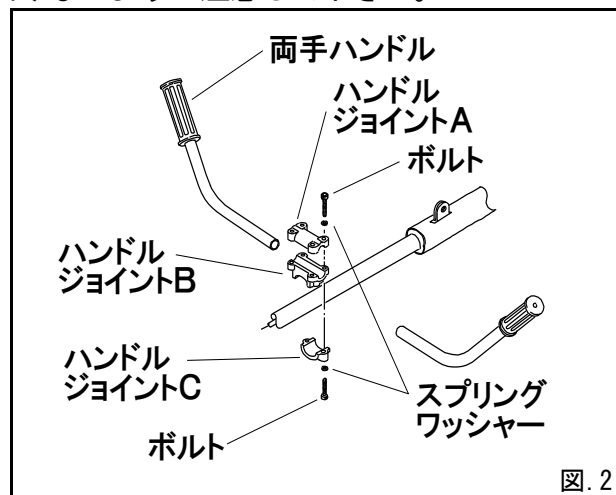

図. 2
#### (1) 両手ハンドル (図. 2)
- ①ハンドルジョイントB・Cを取り付けている2本のボルトを緩め、身体に応じた位置を定め、緩めたボルトを確実に締め付けて下さい。
- ②ハンドルジョイントAを取り付けている4本のボルトを緩め、ハンドルジョイントA・Bの間にハンドルを左右均等になるようにハンドルジョイントBのセンターリブまで差し込みます。
- ③ハンドルの傾きを調整し、緩めた4本のボルトを均一に確実に締め付けて下さい。